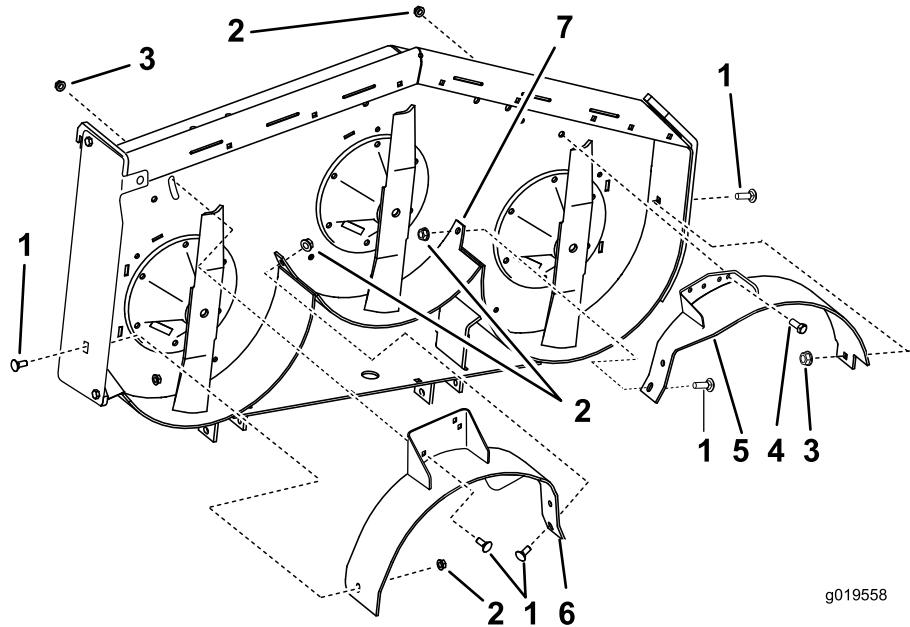
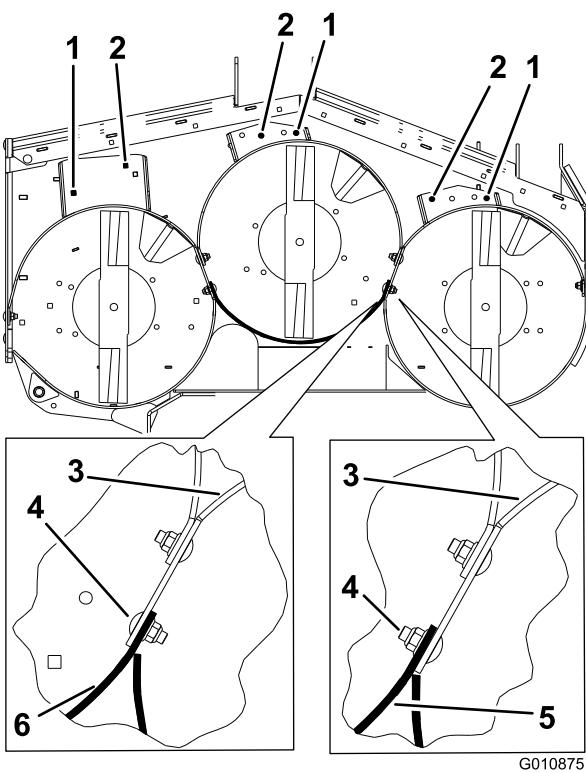
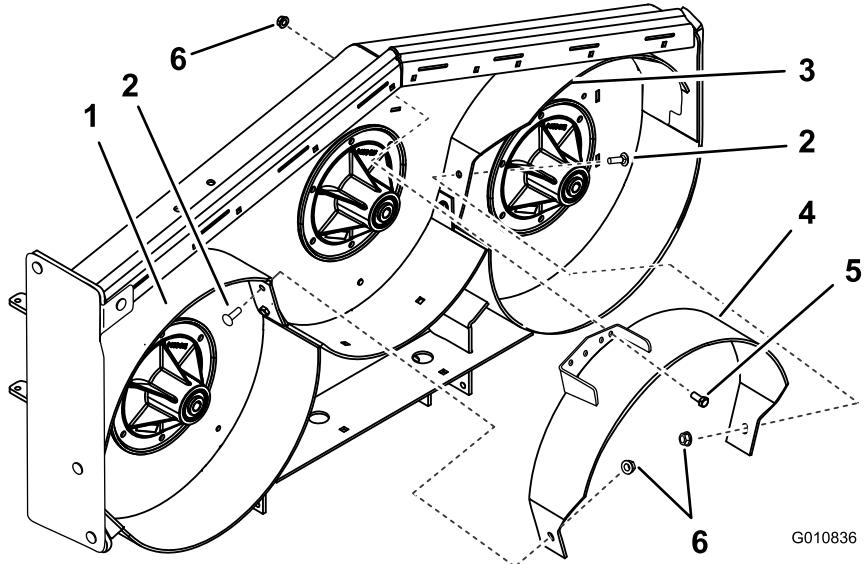

Figure 9
Figure 10
Figure 11
Remarque: Montez les déflecteurs, sans les serrer, en face des trous correspondants du tablier de coupe (Figure 9).
2. Fixez (sans serrer) le déflecteur droit sur la plaque d'éjection avec 1 boulon de carrosserie (3/8 x 1") et 1 écrou à (petite) embase (3/8") (Figure 9).
3. Fixez (sans serrer) le déflecteur droit au sommet du tablier de coupe avec 1 boulon de carrosserie (3/8 x 1") et 1 écrou à (grande) embase (3/8") (Figure 9). Reportez-vous à la Figure 10 pour les trous à utiliser et la position correcte des déflecteurs.
4. Fixez (sans serrer) le déflecteur droit au tablier de coupe avec 1 boulon de carrosserie (3/8 x 1") et 1 écrou à (petite) embase (3/8") (Figure 9).
6. Fixez (sans serrer) le déflecteur gauche au sommet du tablier de coupe avec 1 boulon (3/8 x 1") et 1 écrou à (petite) embase (3/8") (Figure 9). Reportez-vous à la Figure 10 pour les trous à utiliser et la position correcte des déflecteurs.
7. Fixez (sans serrer) le déflecteur gauche au tablier de coupe avec 1 boulon de carrosserie (3/8 x 1") et 1 écrou à (petite) embase (3/8") (Figure 9).
8. Fixez (sans serrer) le déflecteur gauche au côté du tablier de coupe avec 1 boulon de carrosserie (3/8 x 1") et 1 écrou à (grande) embase (3/8") (Figure 9).
10. Fixez (sans serrer) le déflecteur central au déflecteur gauche avec 1 boulon de carrosserie (3/8 x 1") et 1 écrou à (petite) embase (3/8") (Figure 11). Reportez-vous à la Figure 10 pour les trous à utiliser et la position correcte des déflecteurs.
11. Fixez (sans serrer) le déflecteur central au déflecteur droit avec 1 boulon de carrosserie (3/8 x 1") et 1 écrou à (petite) embase (3/8") (Figure 11).
12. Fixez (sans serrer) le déflecteur central au sommet du tablier de coupe avec 1 boulon (3/8 x 1") et 1 écrou à (petite) embase (3/8") (Figure 11).